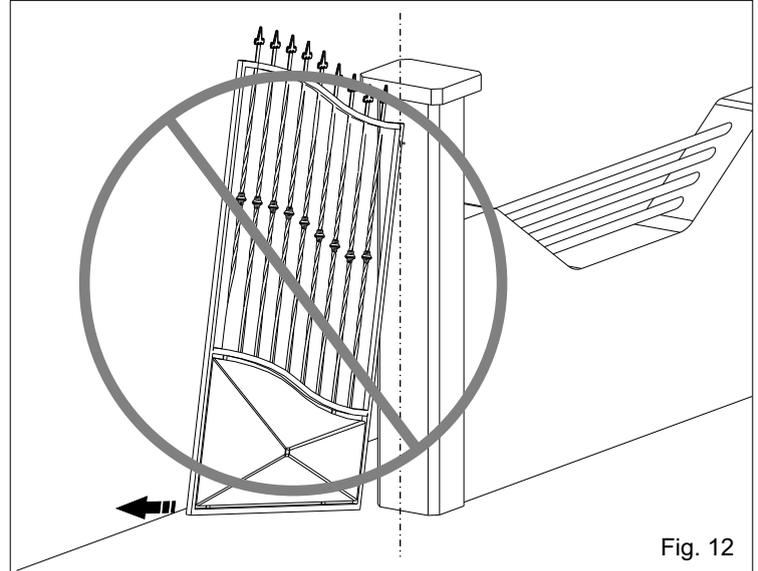

Fig. 12
3.8. Hacer mucha atención a no poner la hoja fuera de los ejes (Fig. 12 y 13), el eje tiene que coincidir con el eje de rotación del gozne teniendo en cuenta que la distancia minima de la columna es de 60 mm (Fig. 14).